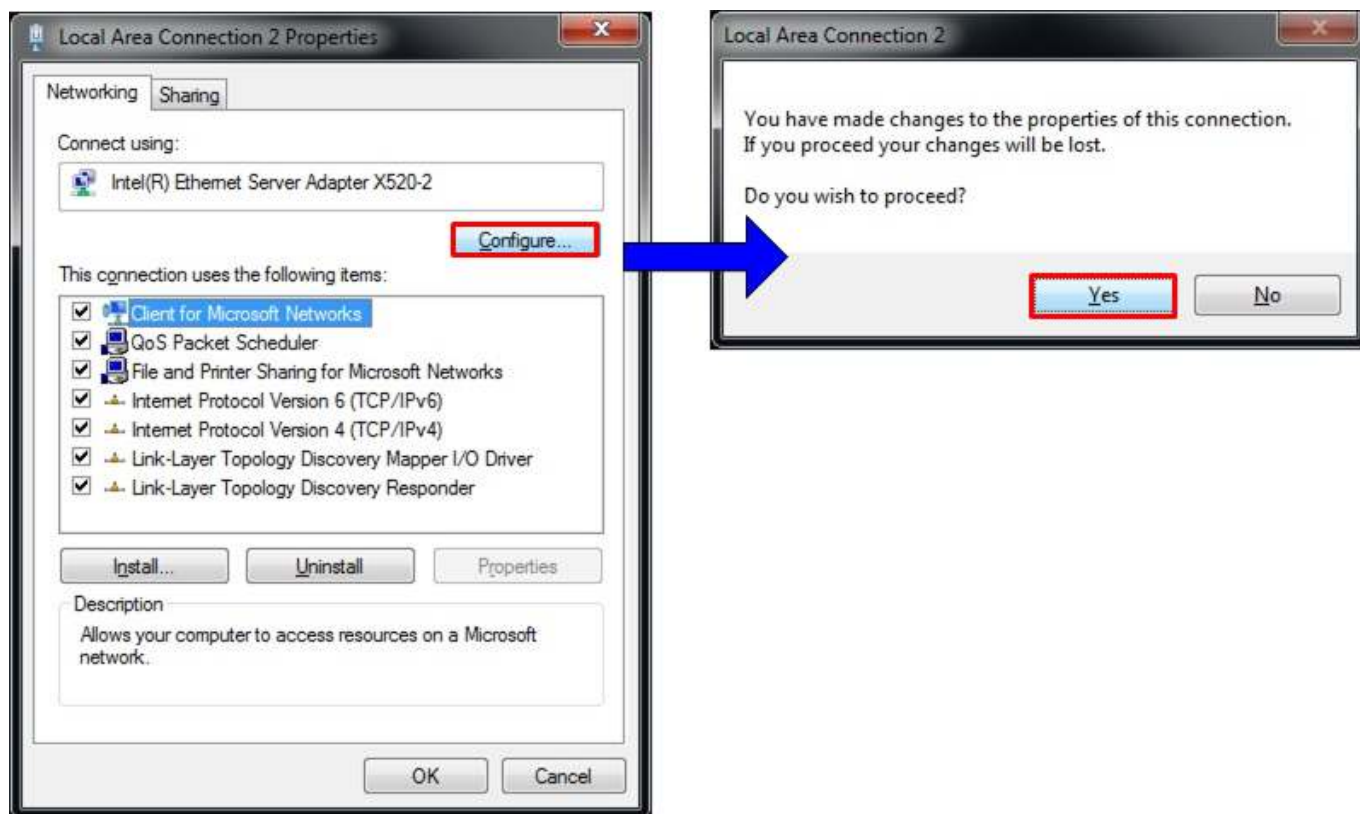

図 3-2: ネットワーク コンフィグ
- Window 上のローカルエリア接続プロパティにて、“Client for Microsoft Networks”を選択し、図 3-2 の様にコンフィグをクリックします。